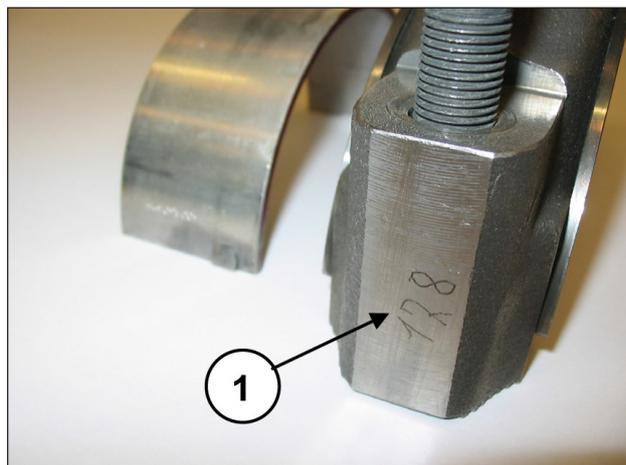

Fig. 19
Per evitare possibili errori cappelli e semibielle sono stati numerati su un lato (pos. ①, Fig. 19).